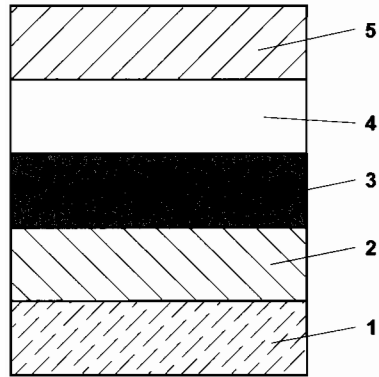

Fig. 1
Celula fotovoltaică cu o structură sticlă / ITO / PEDOT:PSS / P3HT:PCBM + stearat de Ba + nanotuburi de carbon + ftalocianine / Al este alcătuită conform Fig. 1 dintr-un suport de sticlă (1), un strat ITO (2) la care este conectat un terminal anod (3), un strat de polimer
Fig. 1 prezintă schematic celula fotovoltaică.